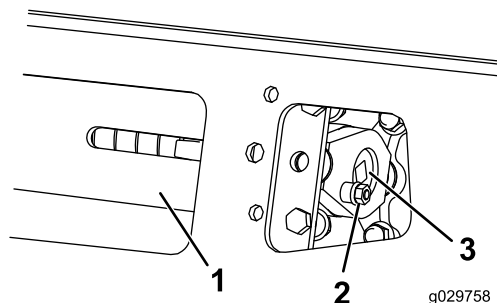
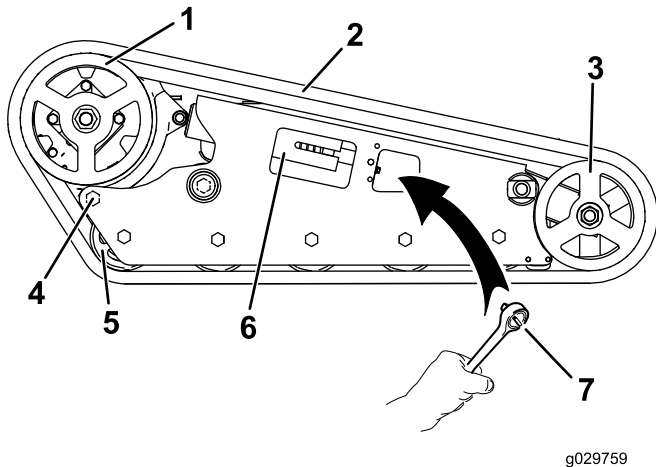

Bild 53
Bild 54
3. Entfernen Sie die Befestigungsschraube und Mutter (Bild 53).
5. Fluchten Sie die am nächsten liegende Kerbe in der Spannschraube mit dem Loch der Befestigungsschraube aus und befestigen Sie die Schraube mit der Befestigungsschraube und Mutter (Bild 53).
3. Lösen Sie die Antriebsspannung mit einem Sechskantschlüssel (1/2"), indem Sie die Spannschraube nach rechts drehen (Bild 53 und Bild 54).
4. Lösen Sie die hintere Schraube in der Nähe des Antriebsrads (Bild 54).
6. Wenn Sie die Kette vom Vorderrad entfernt haben, entfernen Sie sie vom Antriebsrad und den Straßenträdern (Bild 54).
7. Legen Sie die neue Kette, beginnend beim Antriebswirbel, um den Wirbel und stellen Sie sicher, dass die Stollen an der Kette zwischen die Distanzstücke auf dem Wirbel passen (Bild 54).
8. Drücken Sie die Kette unter und zwischen die Straßenträder (Bild 54).